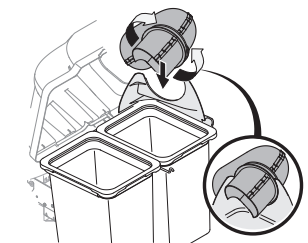

Figura 29
4. Siga haciendo bajar el canal de descarga por sobre el codo del canal hasta que la ranura del canal de descarga se alinea con el soporte del canal superior, como se muestra en el recuadro de la Figura 29.